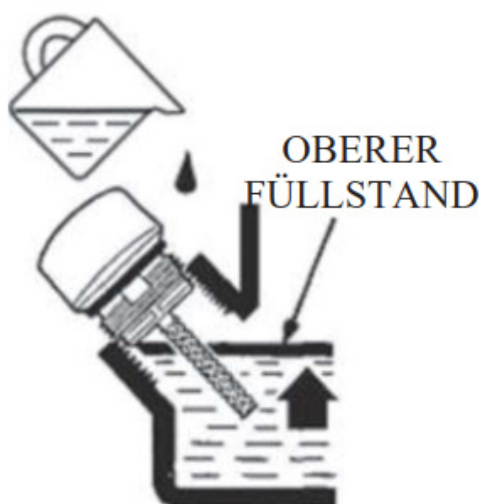

Fig. 8-3 Oljepeilepinne
5. Sammenlign oljenivået med bildet Fig. 8-3 Oljepeilepinne og gjenta trinnene 2 til 4 til motoroljen når opp til kanten på påfyllingsåpningen.